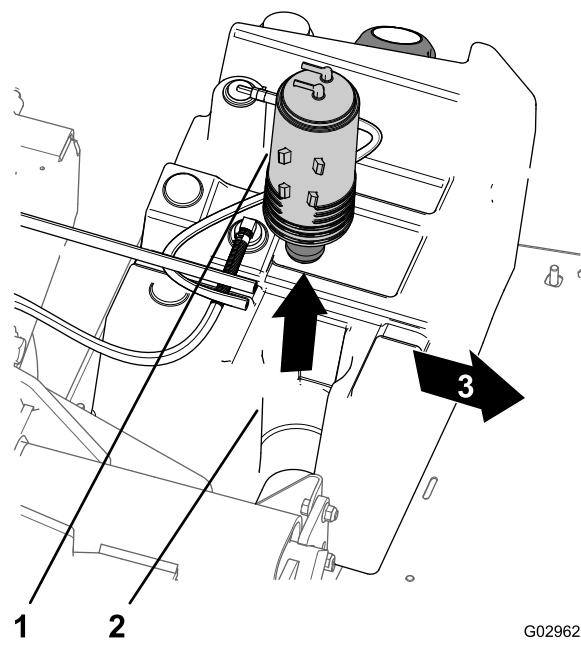

Bild 47
3. Heben Sie den Aktivkohlefilter aus der Aktivkohlefilter-Befestigung im Kraftstofftank (Bild 47).
7. Setzen Sie den neuen Aktivkohlefilter in die Aktivkohlefilter-Befestigung des Kraftstofftanks; die Anschlussstücke „Purge“ und „Fuel Tank“ müssen nach hinten ausgerichtet sein (Bild 47).